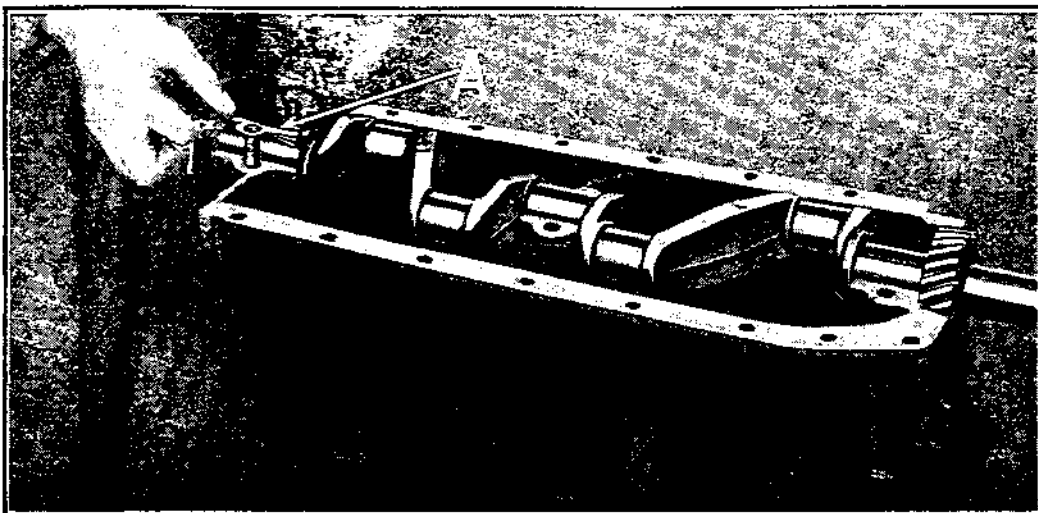

Fig. 169
**246** — Se servir de chapeaux neufs pour le remontage du vilebrequin et placer suffisamment de cales, en nombre égal sous chaque côté du chapeau pour que le vilebrequin puisse balancer de 0 m/m 15. (Voir A. fig. 169.) Autrement dit, il doit y avoir un espace de 0 m/m 075 entre chaque côté du chapeau et la cale supérieure. Il y